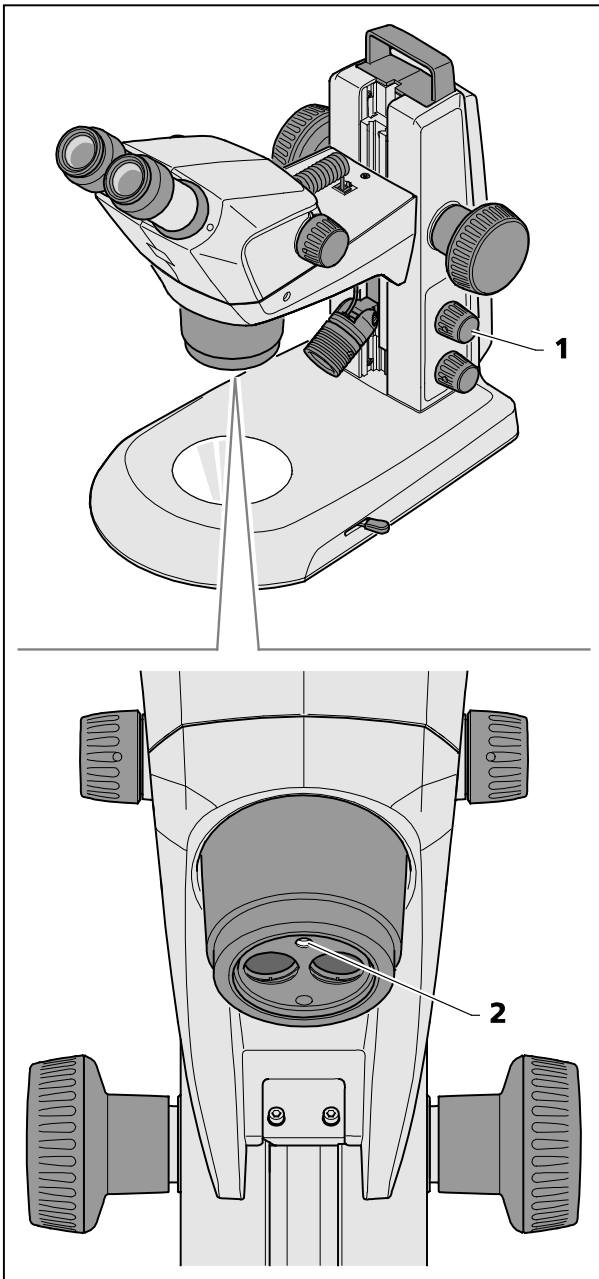

Fig. 20 Ajuste de la iluminación vertical
- Al pulsar una vez el botón giratorio (Fig. 20/1), la iluminación vertical (Fig. 20/2) se conecta y desconecta a discreción.